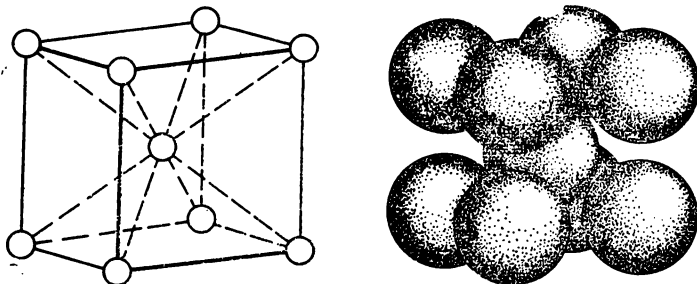

Рис. 68. Кубическая объемноцентрированная кристаллическая решетка металла.
1. *Кубическая объемноцентрированная решетка* (рис. 68). Атомы металла в такой решетке находятся в вершинах и центре куба. Каждый атом окружен восемью атомами. Такую решетку имеют металлы натрия, калий, литий, барий, хром, молибден, вольфрам, ванадий и др.